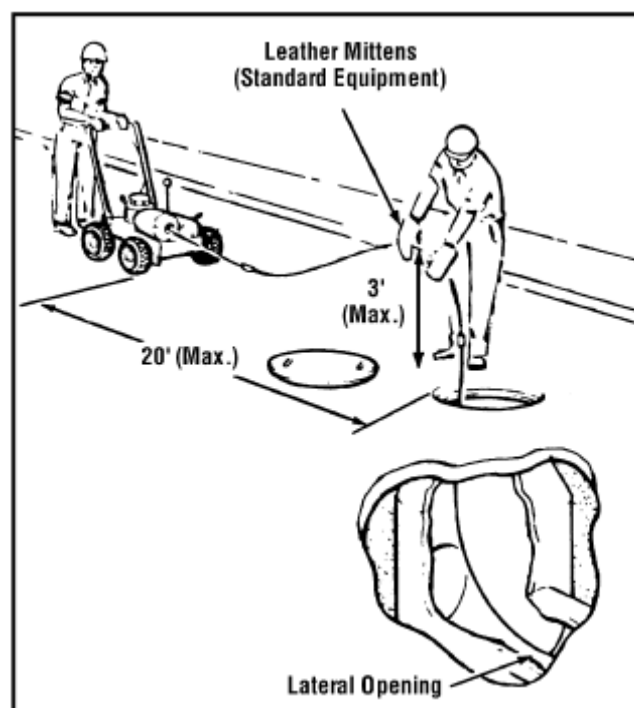

图3 — 机器操作示意图
11. 机器前进时，戴手套拿疏通杆的那个操作者应该慢慢往管道里放疏通杆（见图3）。